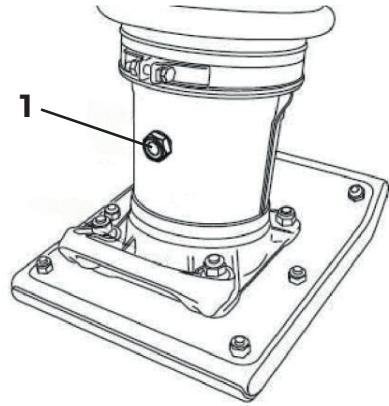

Рис. 18. Замена масла в рабочем цилиндре
Слив масла из рабочего цилиндра и заправка масла в рабочий цилиндр осуществляются через отверстие для контроля уровня масла с задней стороны рабочего цилиндра (Рис. 18).
4. Выкрутите пробку 1 и слейте масло в подготовленную для этого емкость (Рис. 18). Поднимите нижнюю часть вибротрамбовки за трамбовочный башмак для того, чтобы полностью слить масло из рабочего цилиндра.
8. Закрутите пробку 1 со смотровым отверстием для контроля уровня масла и верните вибротрамбовку в рабочее положение (Рис. 18).